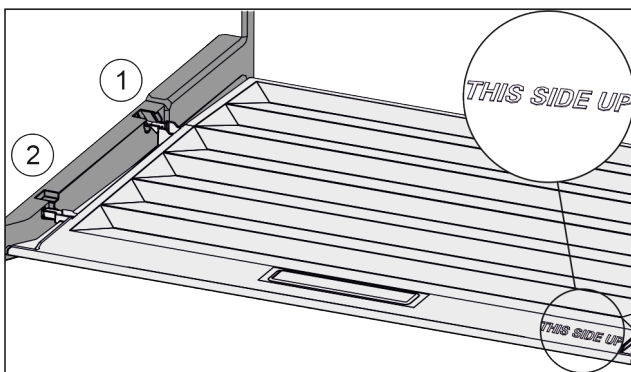

Fig. 116
- ▶ Вставити поперечні ребра через отвір заднього тримача Fig. 116 (1) і зафіксувати спереду у тримачі Fig. 116 (2).